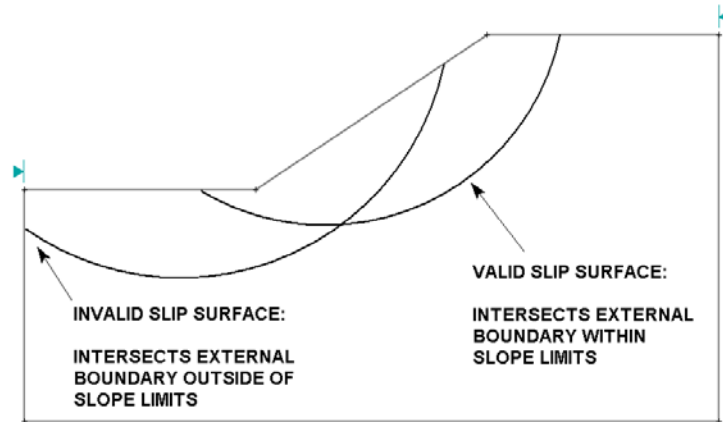

Figura 1-5: Filtrado de Límites del Talud para superficies válidas.
1. **FILTRADO** – Todas las superficies de falla deben intersectar el Límite Externo comprendido dentro de los Límites del Talud. Si el punto inicial y/o final de la superficie de falla no caen dentro de los Límites del Talud entonces ésta superficie es descartada (no analizada). Ver Figura 1-5